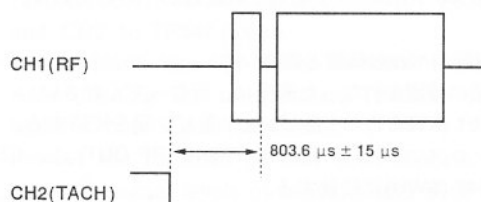

Fig. 6-5
- 4). Adjust trimmer resistor R408 so that the time from the trailing edge of the TACH waveform to the marker of the RF waveform is $803.6 \pm 15 \mu\text{s}$, as shown in Fig. 6-5.
- 4). 図6-5のように、TACH 波形の立下がりから RF 波形のマーカまでの時間が $803.6 \pm 15 \mu\text{s}$ になるように半固定抵抗 R408 を調整する。